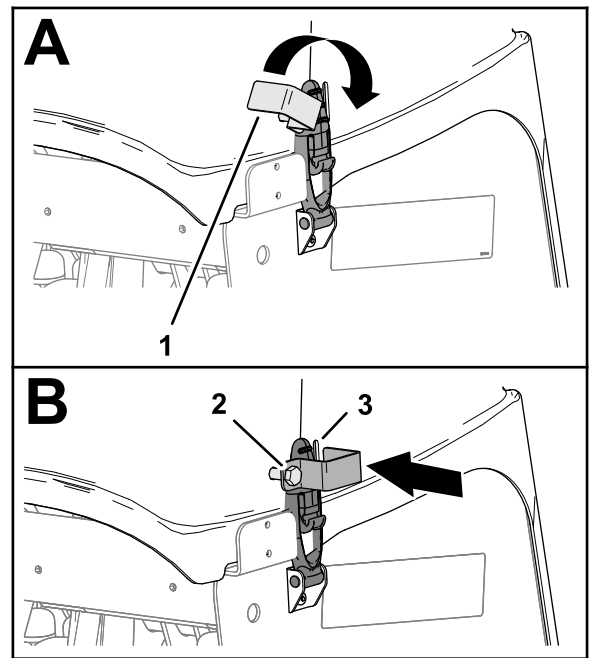

Bild 154
3. Wenn Ihre Maschine mit CE-Riegelhaken ausgestattet ist, drehen Sie die Sicherungsplatte, bis sie mit dem Schlitz an der Seite der Abdeckung des Aerifizierkopfs fluchtet (**Bild 154**).
4. Ziehen Sie die Schraube der Sicherungsplatte an (**Bild 154**).